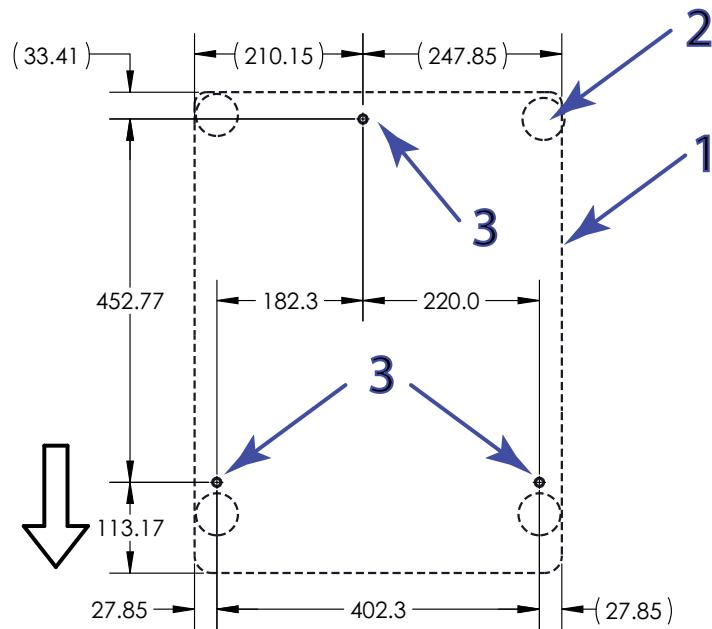

図 12. アンカーポイントの位置(上から見た図)
説明 図 12
1. フレームベースのアンカーポイントに合わせるには、63 ページの図 12 を参照し、テーブルの適切な位置に穴を開けます。直径 15 mm (0.59 インチ) の穴を推奨します。